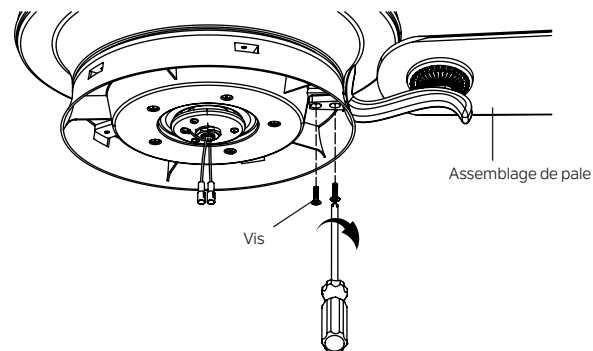

Fig. 21
Étape 2. Faites glisser les assemblages de pales dans les trous du volant et serrez-les solidement avec les vis du pack de quincaillerie comme illustré. (Fig.21)